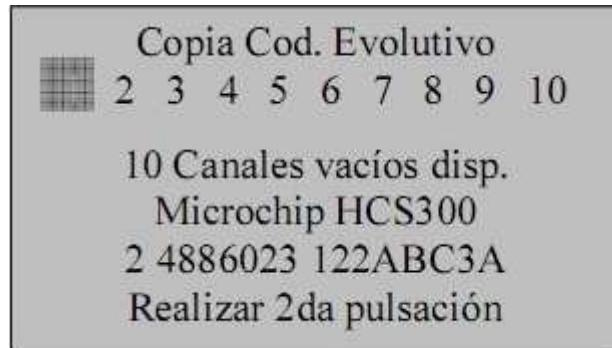

Fig.11
- Colocar o comando original sobre “**Test Area**” e pulsar o canal correspondente do comando original, até que a HCD 900 emita um “**BIP**”. De seguida, o display mostra informação relativa ao comando (incluindo o número de série) e “**Realizar 2ª pulsación**” (fig.11)
- Colocar o comando original sobre “Test Area” e pulsar o canal correspondente do comando original, até que a HCD 900 emita um “BIP”. De seguida, o display mostra informação relativa ao comando (incluíndo o número de série) e “Realizar 2ª pulsación” (fig.11)